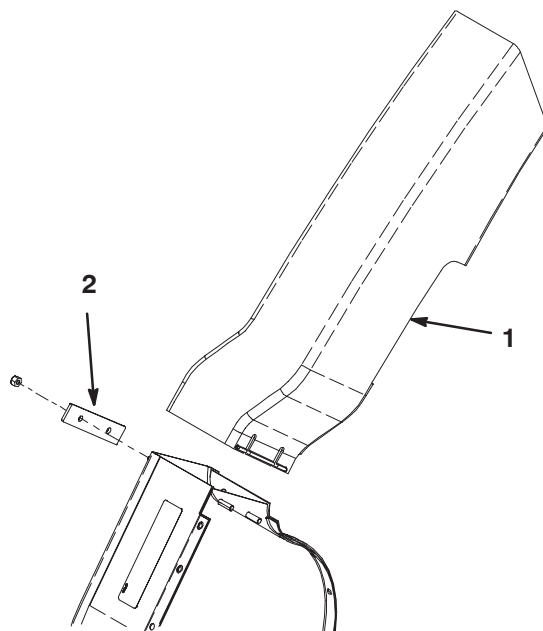

Bild 19
2. Schieben Sie den Auswurfkanal auf die Gebläseöffnung und die Befestigungsbolzen (Bild 19).
3. Senken Sie die Füllkastenhaube ab und richten Sie den Auswurfkanal mit der Haubendüse aus. Befestigen Sie den Auswurfkanal mit vier Sicherungsmuttern (5/16 Zoll) und zwei Auswurfkanalhalterungen (Bild 19) am Gebläse.